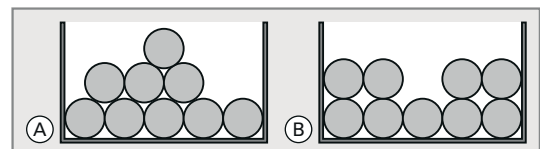

Bild 5: Leitungsanordnung in Kabeltragesystem
6. In einem metallenen Kabeltragesystem sind viele Leitungen zu verlegen. Welche Art der Leitungsanordnung in Bild 5 ist wegen der EMV anzuwenden?